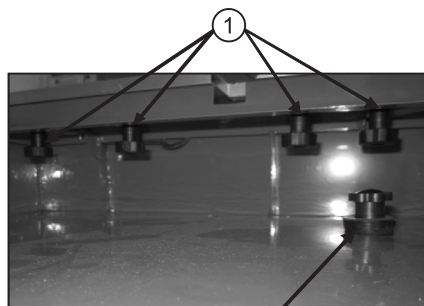

Рис.11
1. Установите регулируемый упор с транспортером (1) напротив деления на упорной линейке (4) (например 7 см) и зафиксируйте его винтом (3). Угол транспортера установите в положение 0° .
2. Ослабьте винты фиксации (поз. 1, рис. 11) левой части упорной линейки, расположенные со стороны поддона для воды и отрегулируйте расстояние от края упора транспортера до режущей кромки алмазного диска равное 7 см.
3. Перемещая упорную линейку (4) по направляющей отрегулируйте расстояние от края упора транспортера (1) до режущей кромки алмазного диска равное 7 см.
12. Периодически меняйте воду в поддоне, так как грязная вода может засорить насос и вывести его из строя. Для слива воды из поддона снимите узкую столешницу рабочего стола и вытащите сливную пробку поддона (рис. 11).